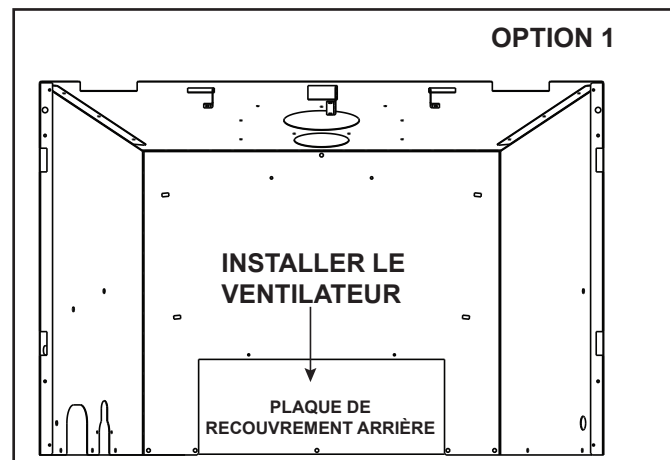

Figure 6.4 Couvercle retiré (Option 1)
- Retirez les cinq vis de la plaque de recouvrement arrière. Voir la figure 6.4.